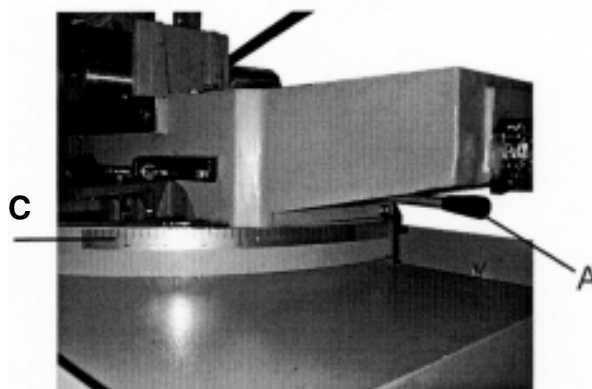
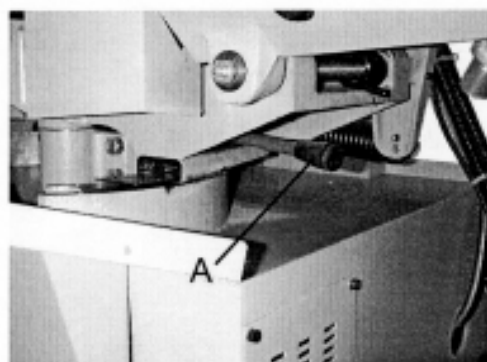
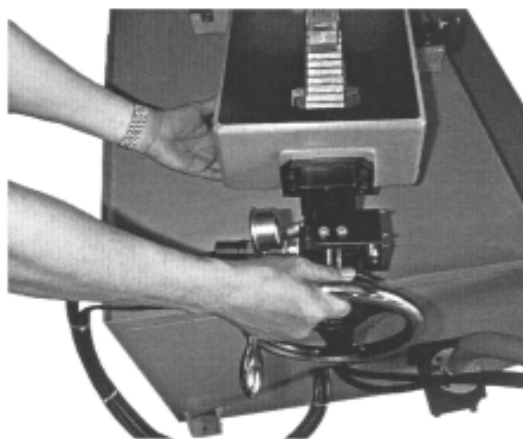

Fig. 22
Fig. 23
Fig. 24
2. Die Spannhebel (A Fig.22) und (A Fig.23) lösen.
3. Den Bandsägeoberteil drehen (Fig.24), bis der gewünschte Winkel erreicht ist siehe Skala (C Fig.22).
4. Die Spannhebel (A Fig. 22 + 23) festziehen.